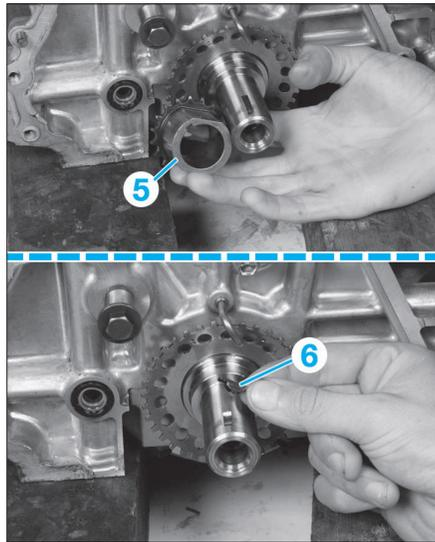

FIG. 31
• Déposer le pignon denté (5) et sa clavette (6) (Fig.31).